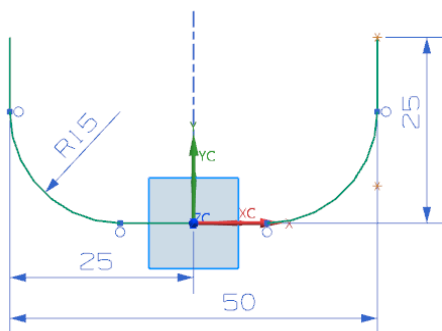

图 3-38 起始轮廓草图
(3) 在创建的基准平面上绘制放样弯边特征起始轮廓草图，如图 3-38 所示。单击“完成”图标，草图绘制完毕。
(4) 在“放样弯边”对话框上单击终止截面栏中的图标，在 XC-YC 平面上绘制放